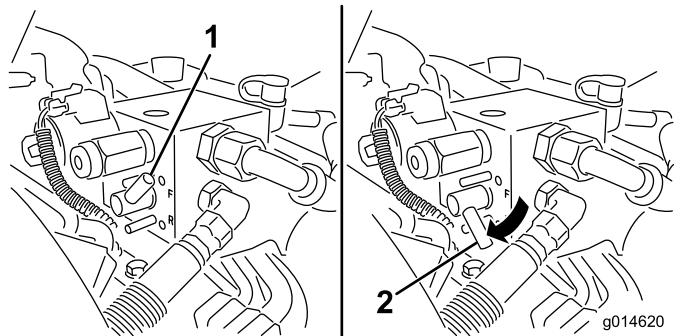

Figura 49
- Gire la palanca de autoafilado a la posición de MARCHA ATRÁS (R) (Figura 49).